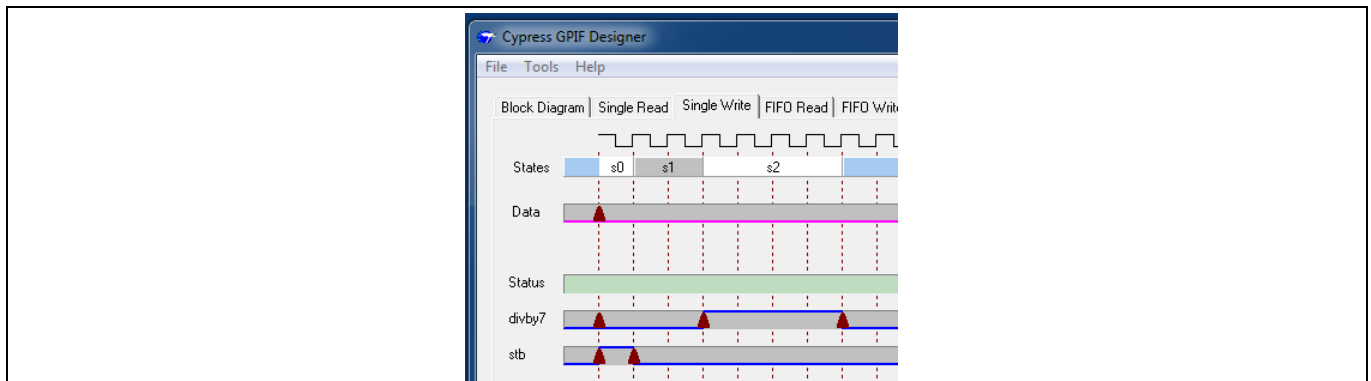

Figure 25 7 分频和探针波形
4. 选择 **Single Write** 选项卡。在 divby7 带中，在第一个三角形后面的三个时钟位置上放置一个状态转换三角形，并在其后面四个时钟所在的位置上放置另一个三角形。在离 stb 带开始后一个时钟的位置上放置一个三角形；右击第一个三角形，并将它设置为 **HI**；将第二个三角形设置为 **LO**。这样会将负极性脉冲转换为状态 s0 中的正极性脉冲。这时，波形如 Figure 25 所示。